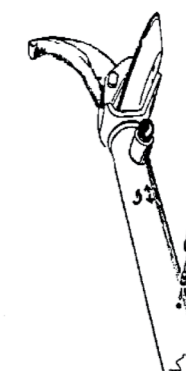

Рис. 24.
5. Цилиндр рычага держателя инструмента (рис. 24).
Регулярно проверяйте уровень и качество масла в баке. При необходимости долейте гидравлическое масло #30. Регулярно добавляйте смазку #320 в коробку передач. Уровень масла должен быть выше середины смотрового окна для его контроля. Открутите крышку (рис. 24), залейте масло, закрутите крышку.